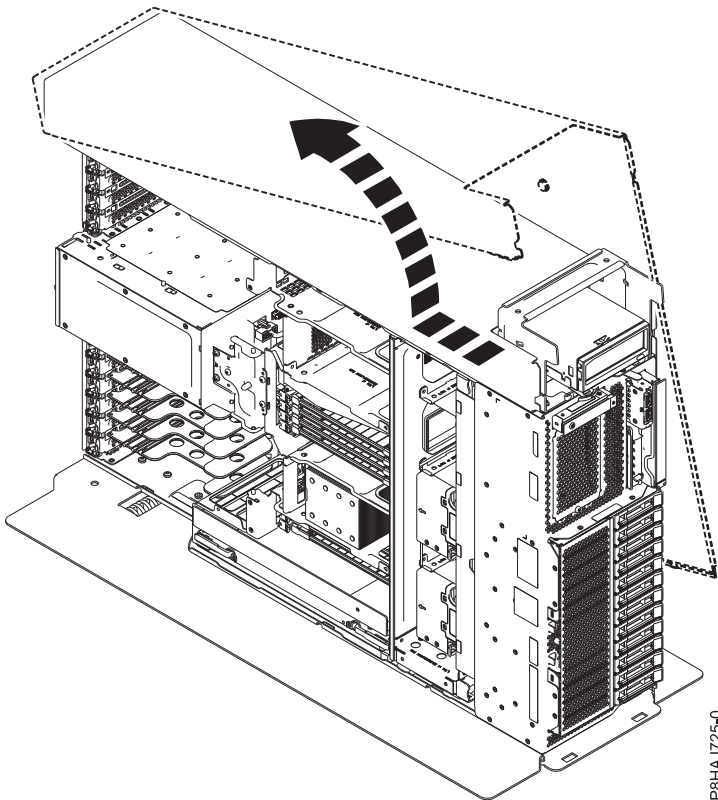

図 15. 8286-41A のサイド・カバーの取り外し
5. サイド・カバーを、図 15 に示されている方向へスライドさせて、システムから外します。